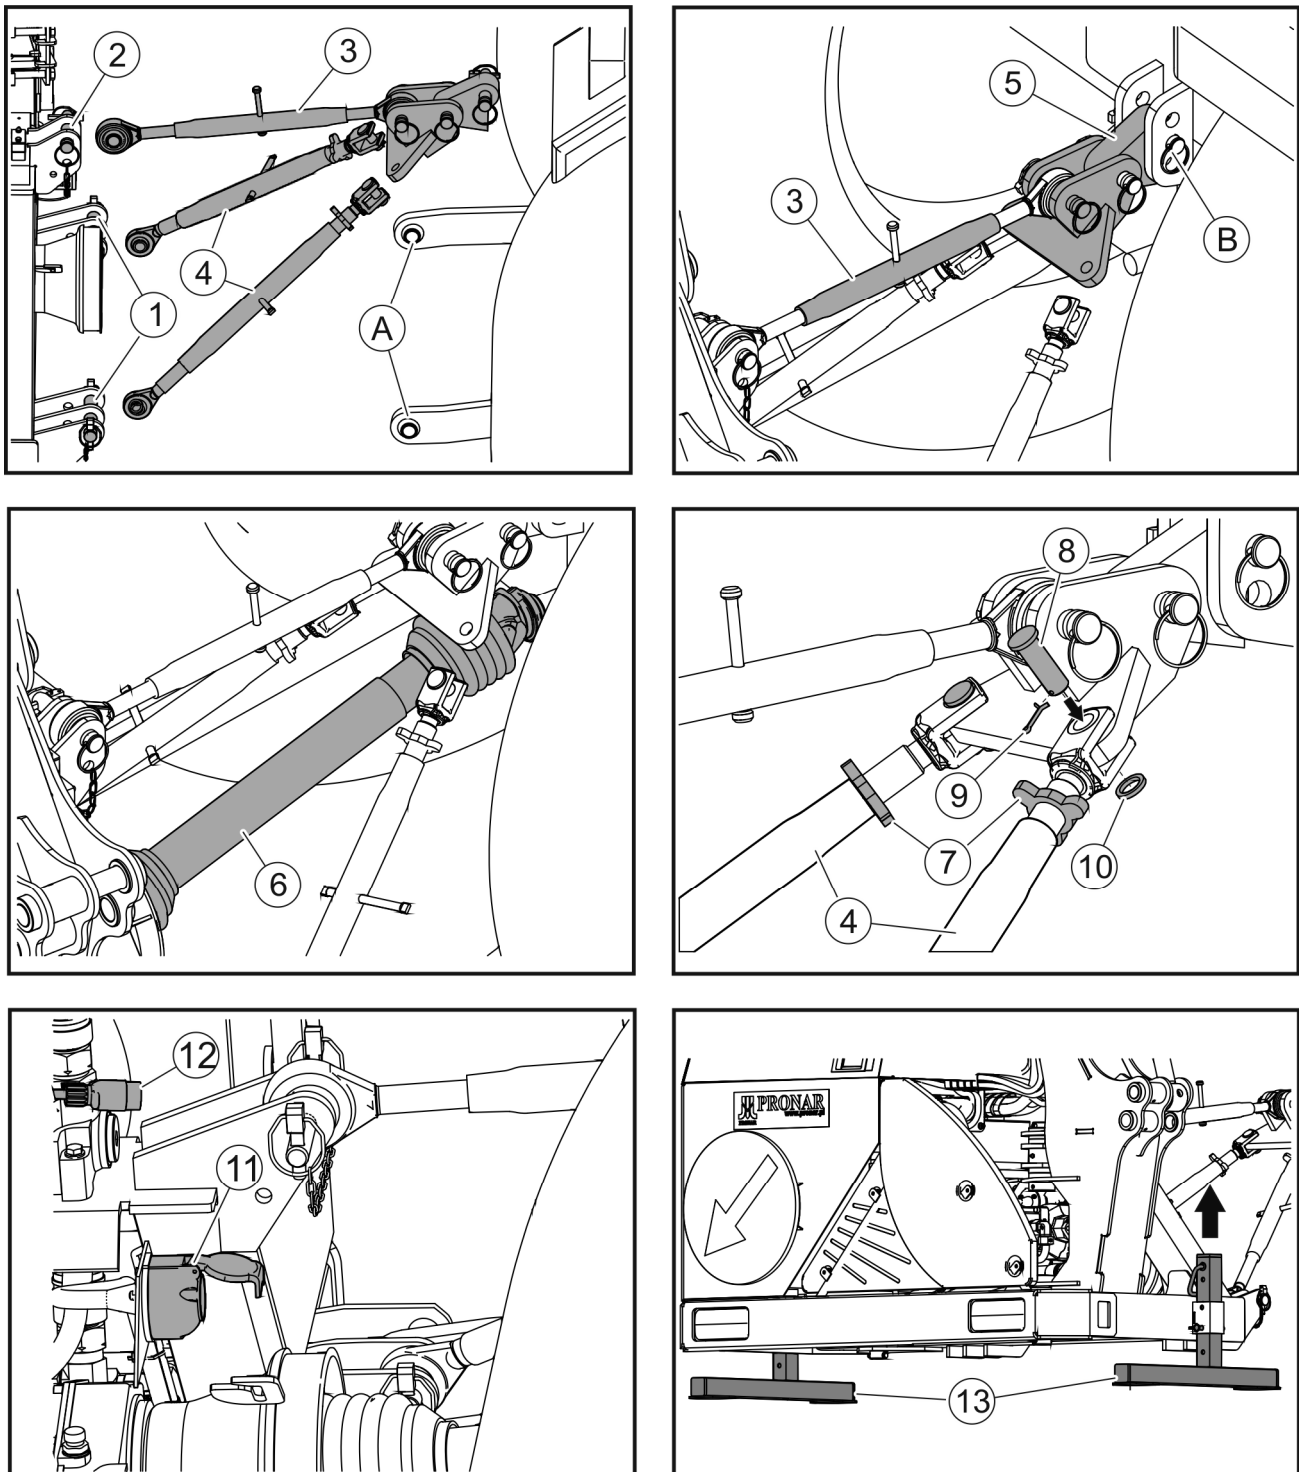
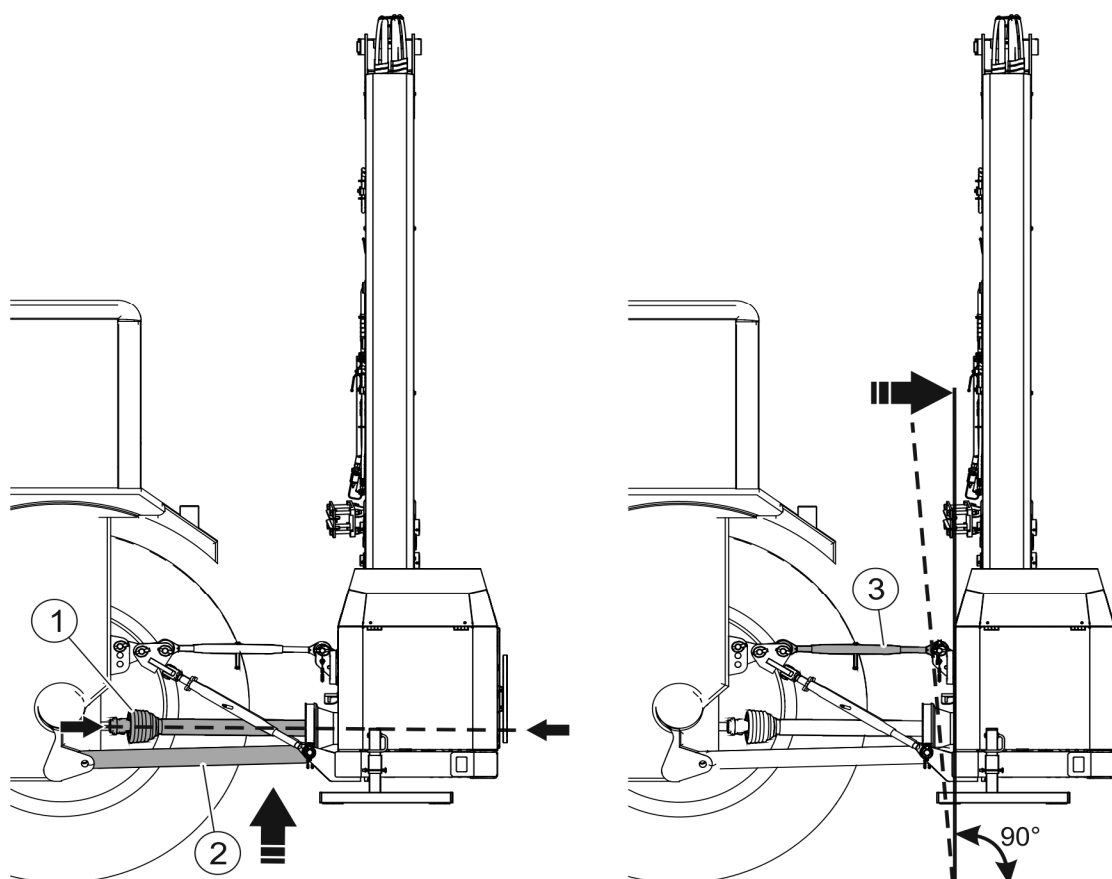

РИСУНОК 4.1. Подсоединение универсальной стрелы к носителю инструмента (трактору)
РИСУНОК 4.2. Способ регулировки положения многофункциональной стрелы относительно к поверхности.
При подсоединении универсальной стрелы к задней трехточечной навески носителя инструмента (трактора) нужно соблюдать следующую очередность операций (РИСУНОК 4.1):
- При разблокированных тягах (4) системы блокировки ТСН (РИС. 4.1) поднять универсальную стрелу при помощи нижних тяг (2) (РИС. 4.2) задней ТСН носителя (трактора) на такую высоту, чтобы приводной вал (1), соединяющий мультипликатор многофункциональной стрелы с валом ВОМ носителя инструмента (трактора), оказался в горизонтальном положении по отношению к поверхности земли. Обе нижние тяги (2) задней ТСН носителя инструментов (трактора) должны быть установлены на одинаковой высоте по отношению к поверхности земли.
(1)- приводной вал; (2)- нижние тяги задней трехточечной системы навески носителя инструмента (трактора); (3)- центральное сцепное устройство системы блокировки ТСН.
- Выровняйте положение многофункциональной стрелы, отрегулировав длину при помощи центрального сцепного устройства системы блокировки ТСН (3).
- Заблокировать систему подвески ТСН закрепив вилки тяг (4) (РИС. 4.1) к кронштейну блокировки ТСН с помощью шкворней (8). Шкворня необходимо зафиксировать с помощью чеки (9). Зафиксировать необходимую длину тяг (4) блокировки ТСН при помощи стопорных гаек (7).
- Соединить 7-контактный электрический разъем системы питания задних фонарей, а также 3-контактный электрический разъемом системы питания масляного радиатора многофункциональной стрелы с соответствующими электрическими разъемами носителя инструментов (трактора) (РИС. 4.1).